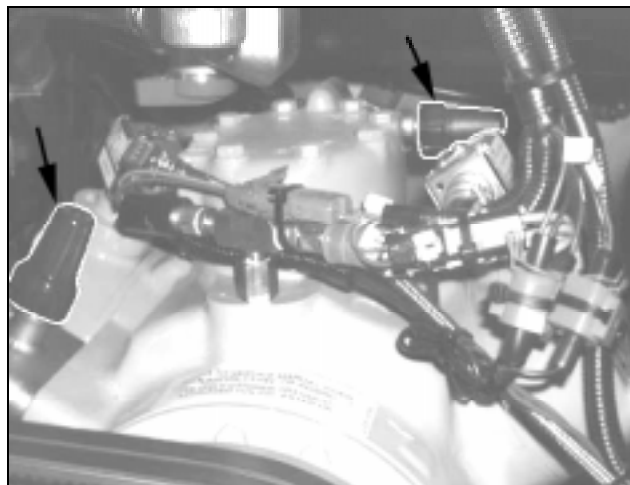
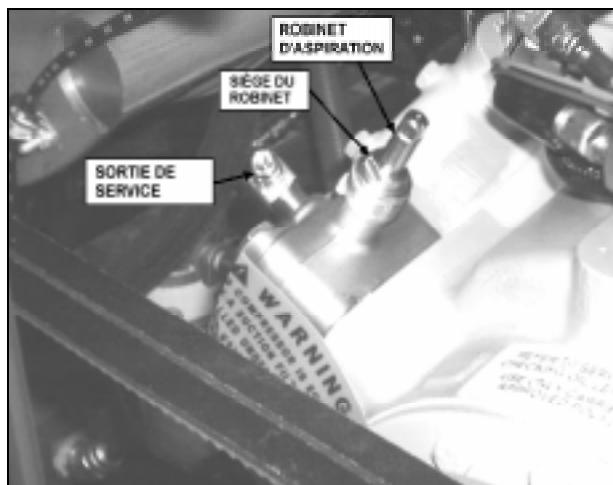
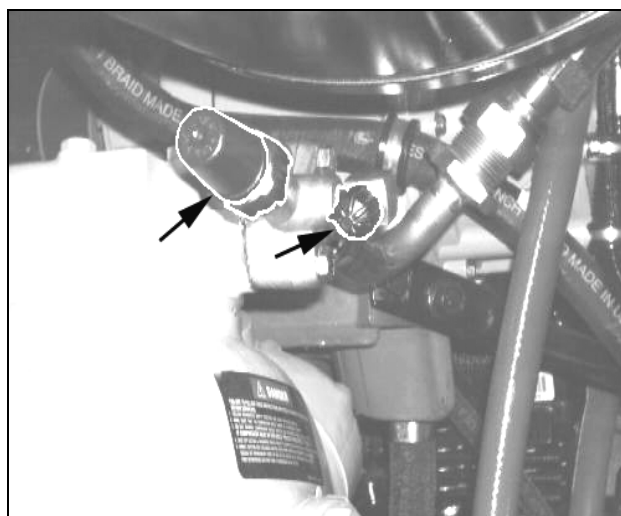

FIGURE 1: ROBINETS DE SERVICE (VUE DE L'ARRIÈRE).
FIGURE 2: ROBINET D'ASPIRATION (CAPUCHONS ENLEVÉS).
FIGURE 3: ROBINET DE DÉCHARGE (ACCÈS DU CÔTÉ DROIT).
2. Dévisser les capuchons qui recouvrent les deux (2) robinets de service et les deux (2) sorties de service du compresseur A/C. (Fig 1) (Fig 2) (Fig 3)
- Visser le robinet d'aspiration (Fig. 2) au maximum et attendre le débrayage magnétique de la poulie d'entraînement du compresseur qui devrait se faire en quelques secondes.
18. Vérifier si les sièges des deux robinets sont bien serrés (Fig. 2) et dévisser le robinet d'aspiration au maximum. Dévisser ensuite le robinet de décharge au maximum. Débrancher les manomètres et remettre tous les quatre (4) capuchons de protection noirs sur les deux (2) sorties de service et les deux (2) robinets.